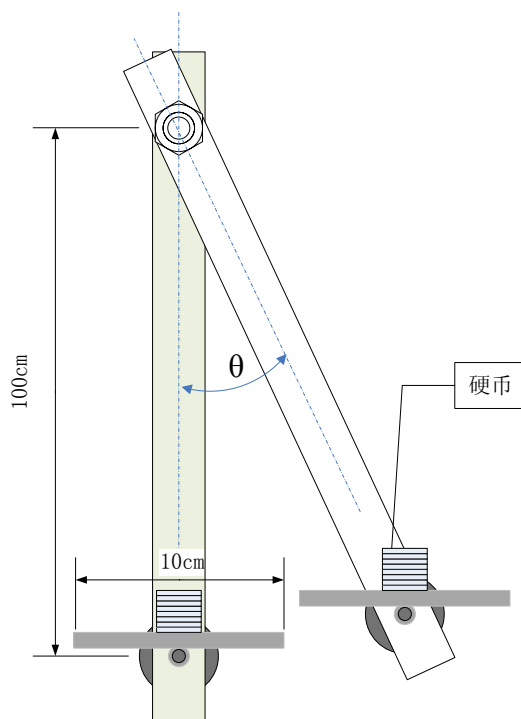

图 2
摆杆的一端通过转轴固定在一支架上，另一端固定安装一台电机，平板固定在电机转轴上；当摆杆如图 2 摆动时，驱动电机可以控制平板转动。
- (1) 控制电机使平板可以随着摆杆的摆动而旋转（3~5周），摆杆摆一个周期，平板旋转一周（ $360^\circ$ ），偏差绝对值不大于  $45^\circ$ 。
- (2) 在平板上粘贴一张画有一组间距为 1cm 平行线的打印纸。用手推动摆杆至一个角度  $\theta$ （ $\theta$  在  $30^\circ \sim 45^\circ$  间），调整平板角度，在平板中心稳定放置一枚 1 元硬币（人民币）；启动后放开摆杆让其自由摆动。在摆杆摆动过程中，要求控制平板状态，使硬币在 5 个摆动周期中不从平板上滑落，并尽量少滑离平板的中心位置。
- (3) 用手推动摆杆至一个角度  $\theta$ （ $\theta$  在  $45^\circ \sim 60^\circ$  间），调整平板角度，在平板中心稳定叠放 8 枚 1 元硬币，见图 2；启动后放开摆杆让其自由摆动。在摆杆摆动过程中，要求控制平板状态使硬币在摆杆的 5 个摆动周期中不从平板上滑落，并保持叠放状态。根据平板上非保持叠放状态及滑落的硬币数计算成绩。